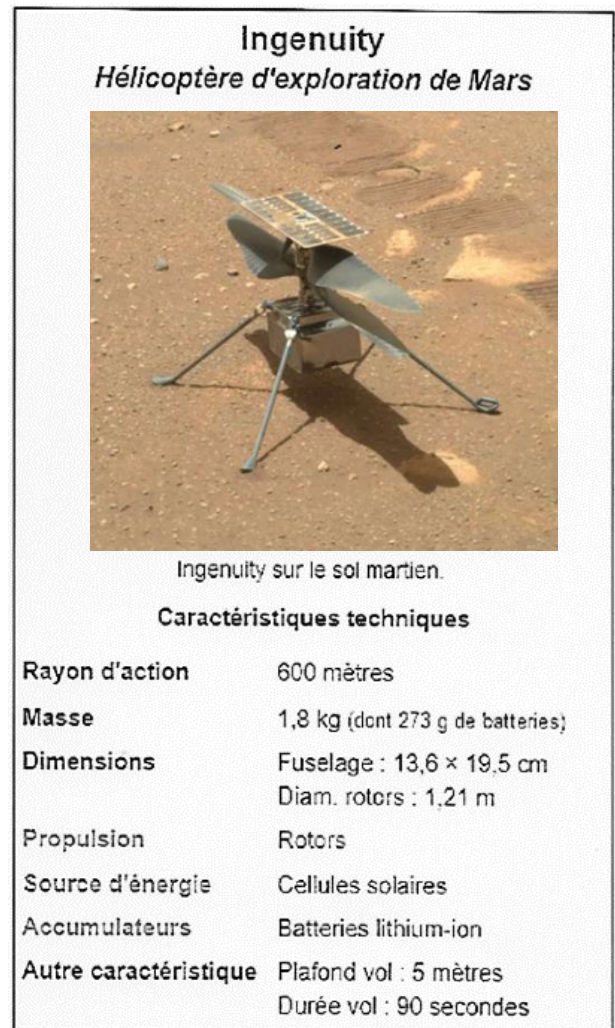

Figure 1 : Caractéristiques techniques d'Ingenuity
- Caractéristiques techniques de l'hélicoptère Ingenuity (**figure 1** ci-dessus) ;
- Pour un gaz supposé parfait, on a la relation : $PV = nRT$, avec P en Pascal (Pa), V en m^3 , n en mol, R (donné ci-dessus) et T en kelvin (K).